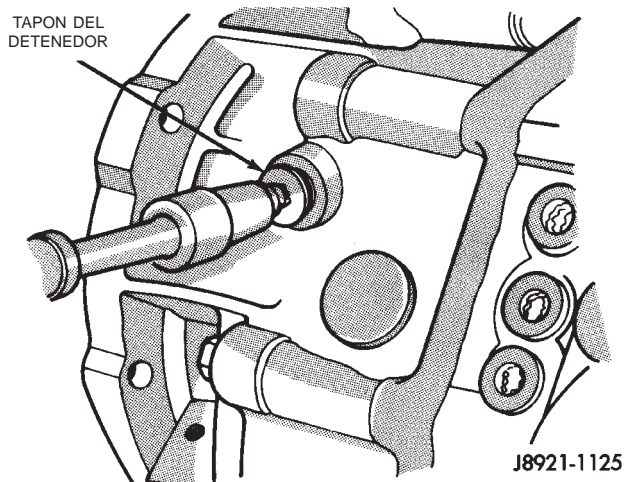

Fig. 49 Instalación del tapón de la bola del detenido
(18) Instale y apriete el tapón del detenedor con una torsión de 19 N·m (14 lbs. pie) (Fig. 49).